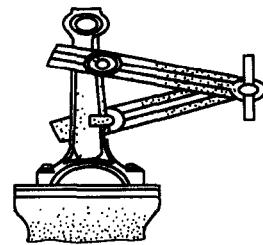

图 1-15 校正连杆的扭曲
2) 对扭曲的连杆，可夹在虎钳上，用校正器上的校扭工具校正，见图 1-15。没有校正工具时，用长柄扳钳、管钳等也可校正。在常温下校正连杆，将会发生弹性变形和失效作用，即卸去负荷后，连杆有恢复原状的趋势。因此在校正弯扭变形较大的连杆时，校正后最好进行稳定处理，方法是将校正后的连杆用喷灯稍许加温。在校正弯扭变形较小的连杆时，使校正负荷保持一定时间即可。经校正的连杆，应再次进行检验，如此反复进行，直至把弯扭消除为止。